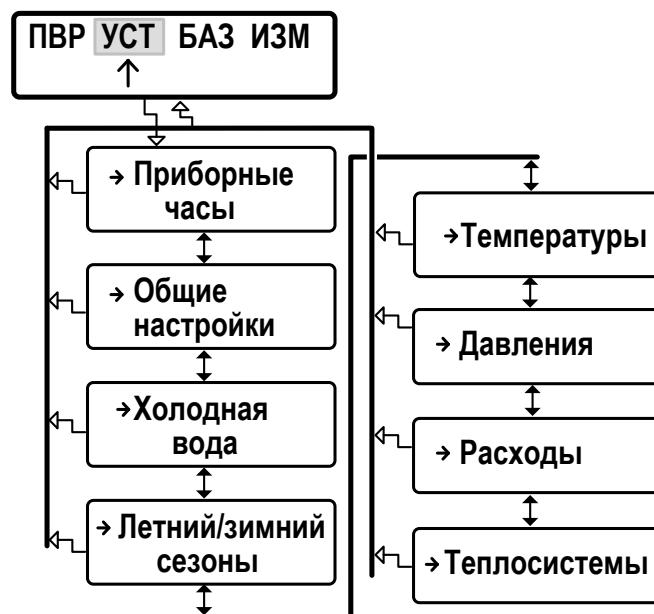

Рис.4. Структура меню «УСТ».
2.2.2.1. Для входа в подменю установочных параметров необходимо в основном меню (рис.3) кнопками ,  установить курсор под пунктом **УСТ** и нажать кнопку . Возможные переходы в подменю показаны на рис.4.